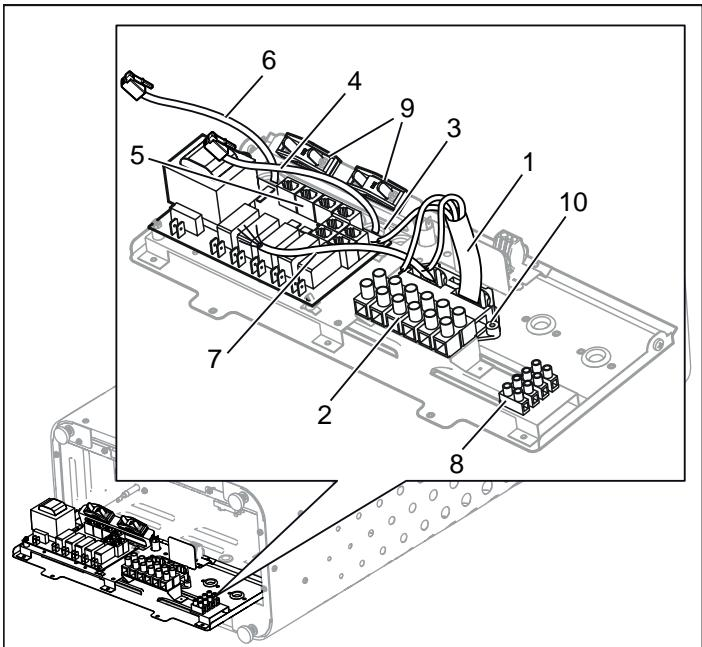
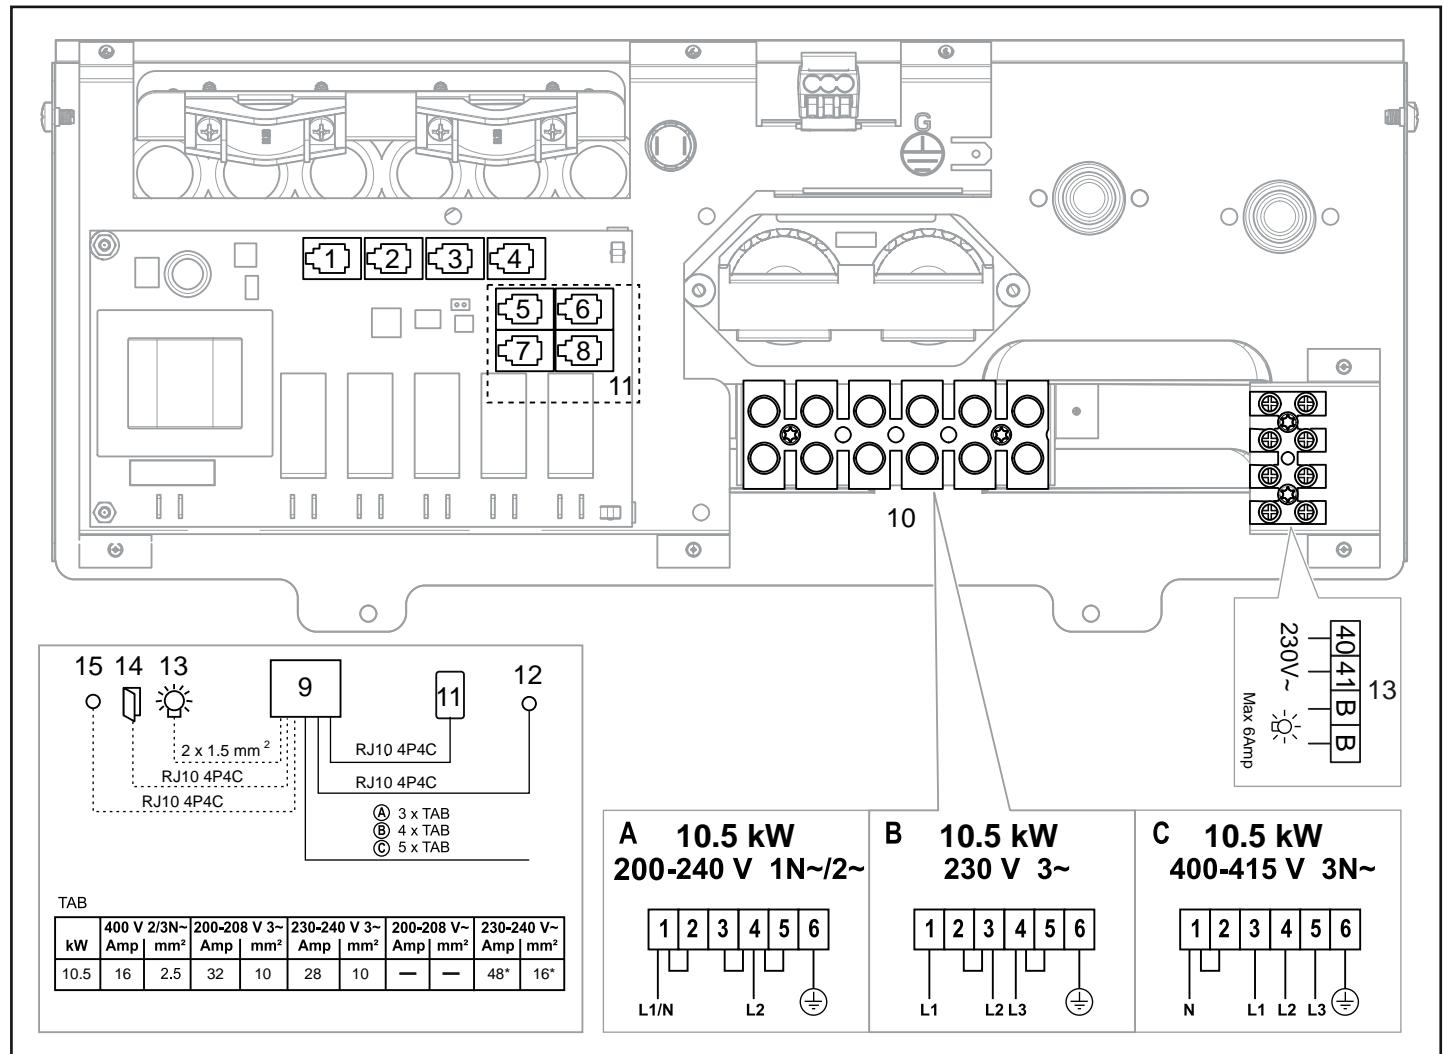

Abb. 8: Platine
Abb. 11: Schaltplan
3. Schließen Sie das Stromkabel (1) gemäß dem Schaltplan, siehe Abschnitt „Anschluss/Schaltplan“, Seite 17, an die Klemme (2) an, siehe Abb. 8.
4. Ziehen Sie die Kabel für die Steuerung und den Temperatursensor durch die Kabeldurchführungen (3). Schließen Sie das Kabel (4) der Steuerung gemäß dem Schaltplan, siehe Abschnitt „Anschluss/Schaltplan“, Seite 17, an eine der vier RS485-Buchsen (Position 5-8) (5) an, siehe Abb. 8.
5. Schließen Sie das Kabel (6) des Sensors gemäß dem Schaltplan, siehe Abschnitt „Anschluss/Schaltplan“, Seite 5, an die NTC-Buchse der Platine (Position 1) (5) an, siehe Abschnitt „Anschluss/Schaltplan“, Seite 17.
6. Schließen Sie gegebenenfalls das Kabel für die Beleuchtung (7), siehe Abb. 8, Seite 15, gemäß dem Schaltplan, siehe Abb. 11, Seite 17, an die Klemme (8) an.
Bei Anschluss an Spannungen oder Phasen, die nicht im Schaltplan Abb. 11, Seite 17 verzeichnet sind Schaltplan, wenden Sie sich an den Tylö-Kundenservice.